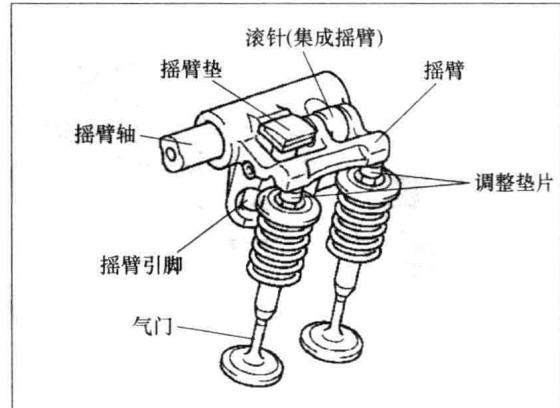
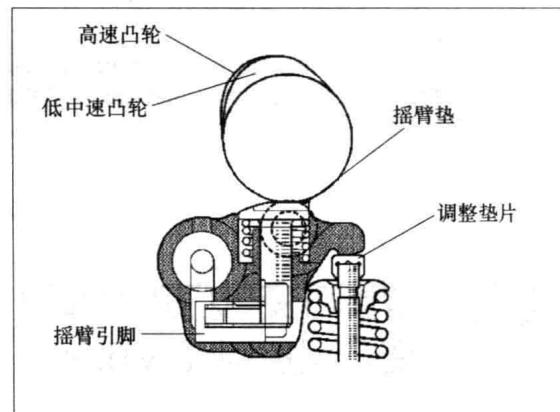

图 1-7 凸轮转换机构
图 1-8 摆臂总成
(1) 凸轮转换机构（见图 1-7）是由气门和摇臂总成（见图 1-8）所构成的。摇臂与低中速凸轮相对应位置安装有滚子，以减小磨损。摇臂与高速凸轮相对应的位置安装有凸轮转换机构的垫块，垫块可沿垂直于凸轮轴轴线方向轴向运动，在弹簧作用下始终贴紧高速凸轮，自由状态下，垫块下端与摇臂间有一空行程，其大小等于锁销直径。锁销安装在垫块的下端摇臂内，锁销左端与摇臂轴上的控制油道相连，当锁销左端有压力油作用时，锁销被推到垫块的下方，这样垫块被固定并和高速凸轮连接。当失去油压作用时，锁销在弹簧作用下回位，使垫块处于自由状态，垫块能在垂直方向自由移动，从而使高速凸轮失效。